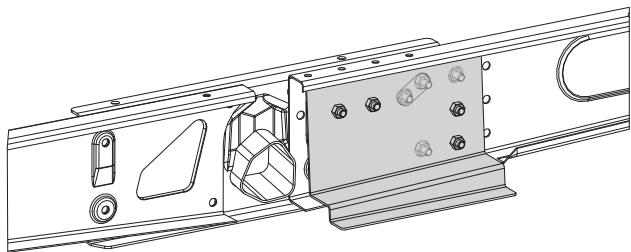

Fig. 17
- Velegnet til campingvogne på op til 1800 kg med et AL-KO M-chassis med forskydelige vanger (Fig. 17).